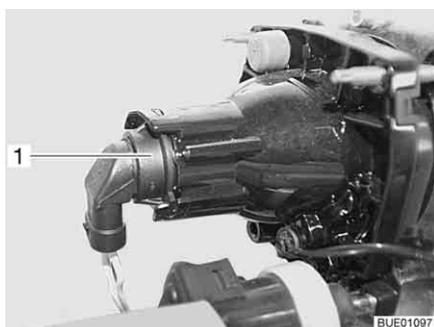

Fig. 214 Faro anabbagliante/abbagliante/luce di posizione
- Afferrare dietro il supporto lampada (Fig. 214,1).